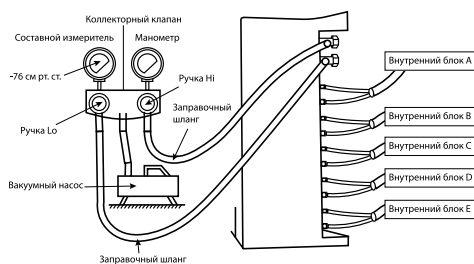

Рис. 67.
2. Подключите отсечные клапаны, запорный шланг, вентиль коллектора, вакуумный насос, как показано на рис. 67.